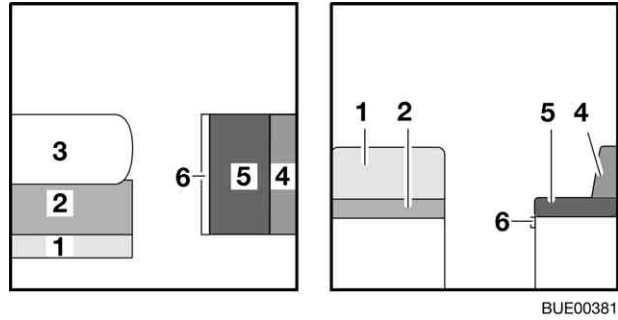

Fig. 81 Avant la transformation
- Convertir la table (Fig. 81,3) en sommier de lit (voir paragraphe 6.8).
- Retirer le coussin de dossier (Fig. 81,1) et le coussin d'assise (Fig. 81,2).